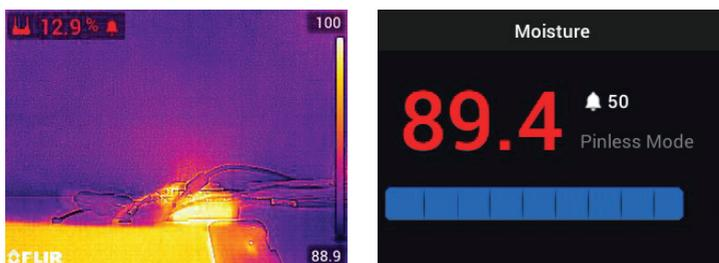

Figure 7.14 Exemples d'affichage d'alarme d'humidité
5. Lorsque la mesure dépasse le seuil, le texte de la mesure s'affiche en rouge. Notez qu'en mode Humidité seule, les chiffres les plus grands apparaissent en rouge lorsque la limite d'alarme est dépassée. Voir la **Figure 7-14** ci-dessous.